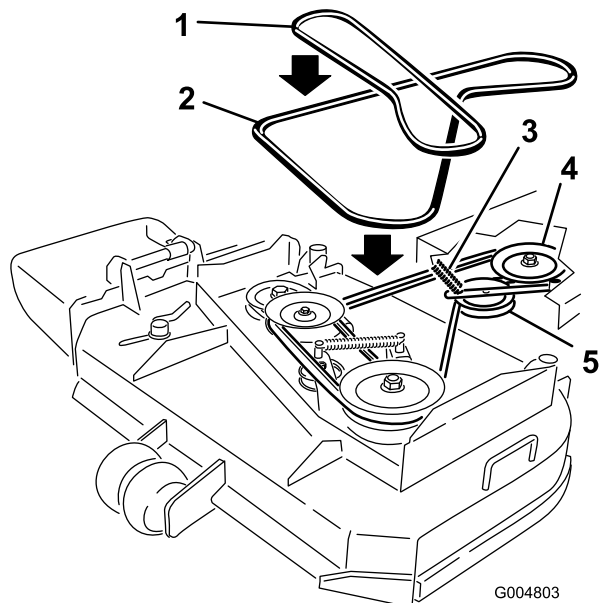

Figure 45
- Retirez la courroie de la poulie centrale sur le plateau de coupe (Figure 45). Procédez avec précaution lors du retrait de la courroie, car la tension est augmentée par la poulie de tension rappelée par ressort.
- Retirez la courroie de la poulie de moteur et la poulie de tension rappelée par ressort (Figure 45).
- Placez une courroie neuve sur la poulie de moteur et la poulie de tension rappelée par ressort (Figure 45).
- Installez la courroie sur la poulie centrale du plateau de coupe (Figure 45). Procédez avec précaution lors de la